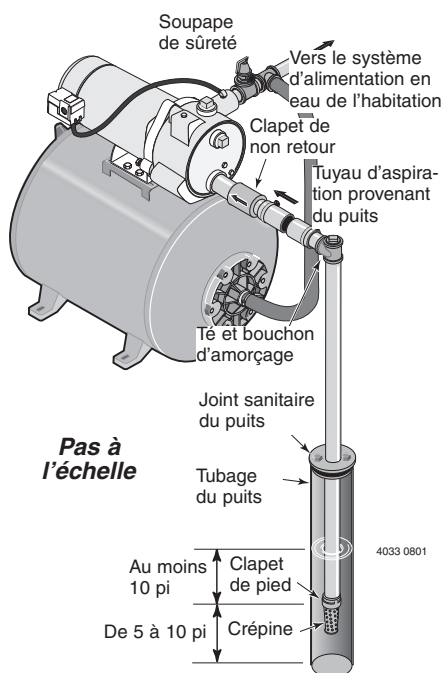

Figure 5 : Installation type sur un puits tubé
3. Utiliser le moins possible de raccords (en particulier des coudes) pour brancher la tuyauterie de la pointe filtrante sur l'orifice d'aspiration de la pompe. Le diamètre du tuyau d'aspiration doit être au moins aussi grand que le diamètre de l'orifice d'aspiration de la pompe (y compris le clapet de non retour – Se reporter à la Figure 5). Supporter le tuyau de façon qu'il ne fléchisse pas et qu'il n'exerce pas de contraintes sur le corps de la pompe; de plus, il doit être légèrement incliné vers le haut, du puits jusqu'à la pompe (les points hauts risquent de causer des poches d'air, lesquelles peuvent causer des bouchons d'air dans la pompe). Rendre étanches les raccords du tuyau d'aspiration avec du ruban d'étanchéité en téflon ou une pâte pour raccords filetés à base de téflon. Les raccords doivent être étanches à l'air et à l'eau. Si le tuyau d'aspiration aspire de l'air, la pompe ne pompera pas l'eau du puits. Si une pointe filtrante ne fournit pas suffisamment d'eau, considérer brancher deux ou trois pointes filtrantes sur un même tuyau d'aspiration.
INSTALLATION SUR UN PUITTS TUBÉ DE 2 POUCES DE DIAMÈTRE OU PLUS GRAND (Figure 5)
INSTALLATION DANS LE CAS D'EAUX DE SURFACE (Figure 5)